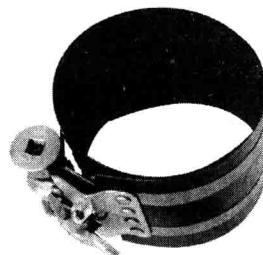

图 1-15 活塞环夹紧工具
(2) 将连杆瓦装入连杆，在连杆瓦表面、曲轴连杆轴颈表面、活塞表面、汽缸壁表面涂抹机油。
(3) 采用专用工具（图 1-15）夹紧活塞环，从汽缸顶端装入活塞连杆组件，用手锤木柄将活塞组件推入汽缸。